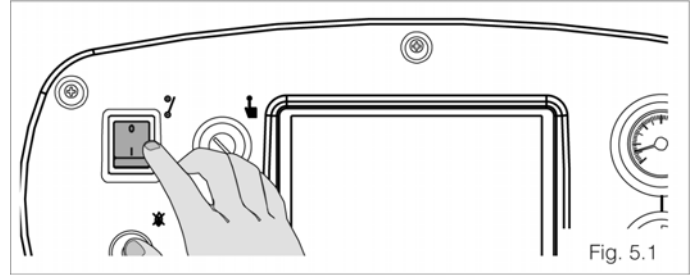

Fig. 5.1
- переведите главный выключатель на панели управления в положение (0) «Выключено» (Рис. 5.1)